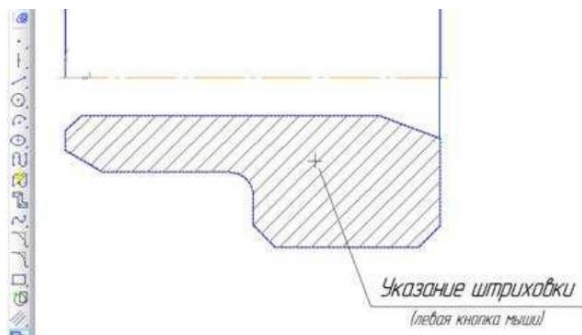

Рис. 105 – Команда Штриховка
17. **Нанесение штриховки.** На панели **Геометрия** вызовите команду **Штриховка**. Щелкните один раз на площадь штриховки, нажмите на панели специального управления команду **Создать объект** (рисунок 105).